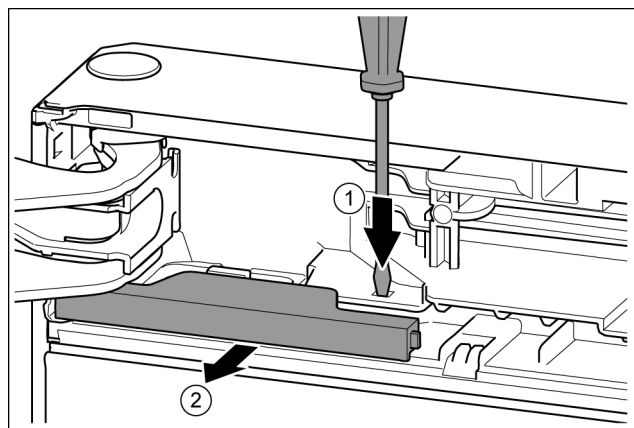

Fig. 11
- За допомогою шліцевої викрутки притисніть накладку. *Fig. 11 (1)*
- Витягніть кришку з фіксатора. *Fig. 11 (2)*